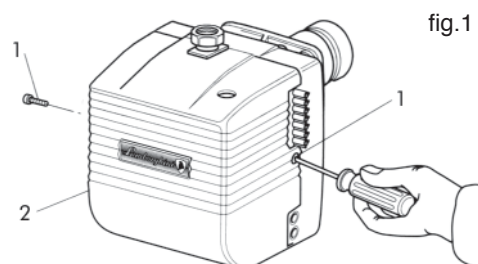

fig.1
Per accedere ai componenti principali è sufficiente togliere il cofano come da (fig.1).
- Chiudere il rubinetto del gas e staccare la rampa gas del bruciatore. Svitare le viti 1 e togliere il cofano 2 (fig.1).